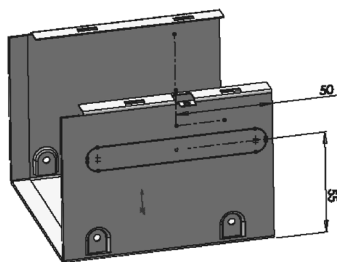

图 10-208 标注成型工具的位置尺寸
21) 标准成型工具的位置尺寸 单击“草图”控制面板中的 (智能尺寸) 按钮, 标注出成型工具在钣金件上的位置尺寸, 如图 10-208 所示。最后单击“放置成型特征”对话框中的“完成”按钮, 完成对成型工具的添加。